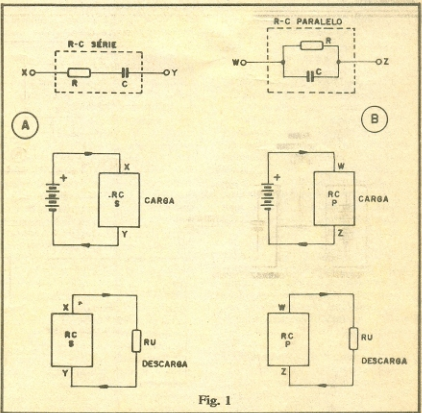

Fig. 1
- **FIG. 1-A** - Num arranjo R-C **série**, básico, temos um RESISTOR e um CAPACITOR, simplesmente "enfileirados" (para a corrente ou para os fenômenos elétricos, não faz nenhuma diferença "qual está antes ou qual está depois"; o RESISTOR poderia estar no lugar do CAPACITOR, na figura, ou vice-versa...). O **importante**, nesse arranjo básico, é sempre lembrar que, se for aplicada uma tensão, proveniente de uma fonte de energia (pilhas, por exemplo) ao conjunto (nos terminais "X" e "Y"...), este **leva algum tempo** para "carregar-se", tempo este determinado pela constante já vista na "Aula" nº 2 do ABC. Quanto **maior** o valor do capacitor "C" e do resistor "R", **maior** também o tempo que o conjunto leva para "carregar-se" completamente. A coisa funciona como uma **grande** caixa d'água alimentada por um cano **fininho** (não é preciso ser um Einstein para deduzir que essa caixa vai **demorar** um bocadinho para encher, né...?). Por outro lado, valores
- **FIG. 1-B** - Coisas diferentes ocorrem numa rede R-C "**paralelo**" (RC-P). Aplicando-se energia ao conjunto (via terminais "W" - "Z", na figura...), proveniente de qualquer fonte (pilhas, por exemplo), a carga do capacitor C será relativamente rápida, condicionado o tempo unicamente pelo valor **deste** (uma vez que o resistor R não está fazendo um "obstáculo" à "chegada" da energia ao capacitor...). Já a descarga do sistema (através de um hipotético resistor "RU") é também